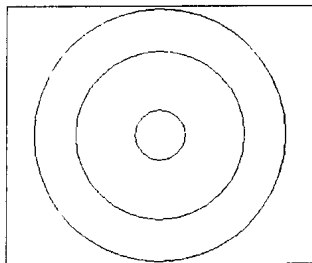

图 1-2
① 单击 按钮或输入 circle↵。
② 输入圆心, 命令行为 Specify center point for circle or [3P/2P/Ttr (tan tan radius)]: 0, 0, 0↵。
③ 输入半径, 命令行为 Specify radius of circle or [Diameter]: 75↵。
3. 重复上述命令, 半径分别设为 50 和 15。结果如图 1-2 所示。
① Select Objects: 选中半径为 75 的大圆↵。
② 输入挤出高度, 命令行为 Specify height of extrusion or [Path]: 400↵。
③ Specify angle of taper for extrusion <0>:↵。重复上述命令。拉伸半径为 50 的圆, 挤出高度设为 550。